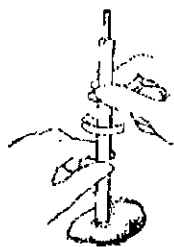

Figura 8. Fijación del cable
1. Coloque la punta del electrodo montada en la posición deseada. Fije el electrodo al miocardio con dos vueltas en sentido horario. Cada vuelta ha de efectuarse durante la sístole. No apriete demasiado (Figura 8).